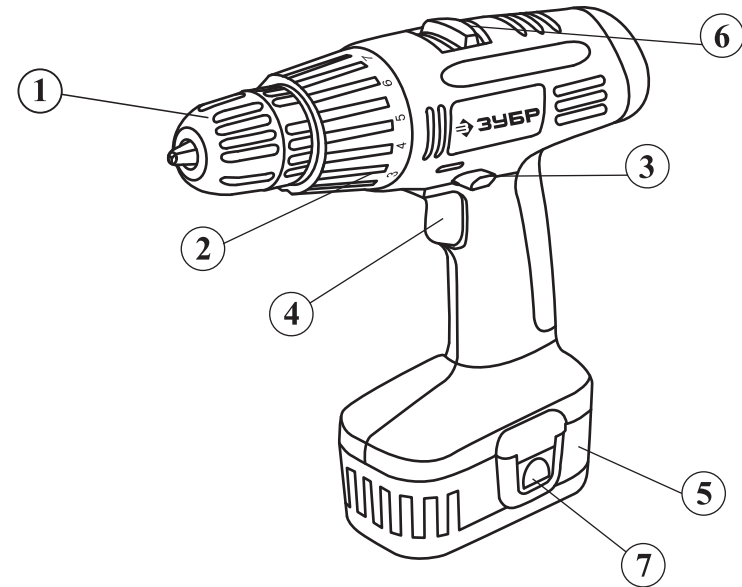
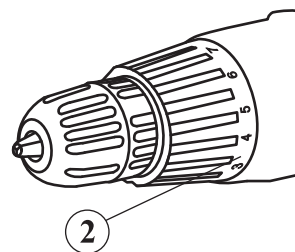
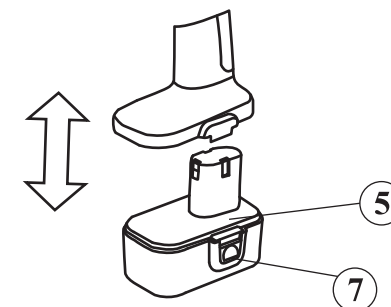

РИС.1
РИС.4
РИС.5
4.4. Включение/выключение аккумуляторной дрели-шуруповерта осуществляется нажатием клавиши выключателя 4 (рис. 1) на рукоятке инструмента.
4.5. Для изменения величины крутящего момента используйте муфту момента затяжки 2 (рис. 1). Величина момента затяжки изменяется от 1 до 16 в соответствии с нанесенными делениями на шкалу 6 (рис.4).
4.6. Аккумуляторный блок, поставляемый с данной моделью дрели-шуруповерта, имеет стыковочную конструкцию крепления с фиксатором 7 (рис.1). Установку/снятие производите в направлении стрелки (рис. 5).